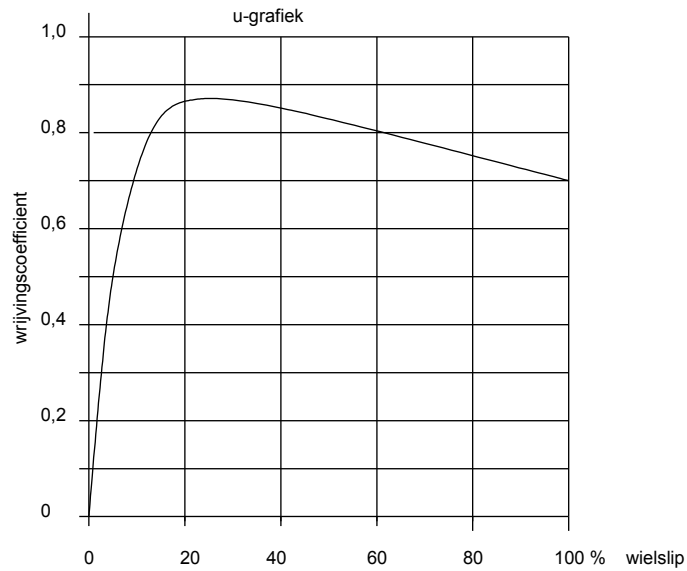

Fig.8 De μ -grafiek
7) De remmentestbank geeft de werkelijke wielslip niet aan. Vul nu met behulp van fig. 8 de wielslip in in kolom 8